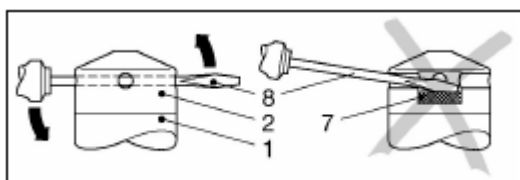

Рисунок 1.
2.4.3. Датчики имеют предохранительную заглушку, препятствующую механическому повреждению мембраны. В случае необходимости, например, при измерении давления вязких сред, очистке и осмотре датчика, заглушка может быть удалена (см. Рисунок 1).